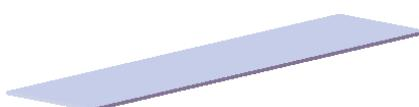
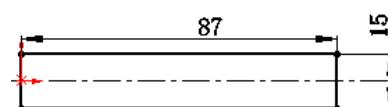

图 12.5.2 基体—法兰 1
图 12.5.3 横断面草图
Step2. 创建图 12.5.2 所示的钣金基础特征——基体—法兰 1。
(1) 选择命令。选择下拉菜单 **插入(I)** → **钣金(H)** → **基体法兰(A)...** 命令（或单击“钣金”工具栏上的“基体法兰/薄片”按钮 ）。
(2) 定义特征的横断面草图。
① 定义草图基准面。选取前视基准面作为草图基准面。
② 定义横断面草图。在草图环境中绘制图 12.5.3 所示的横断面草图。
③ 选择下拉菜单 **插入(I)** → **退出草图** 命令，退出草图环境，此时系统弹出“基体法兰”对话框。
(3) 定义钣金参数属性。在 **钣金参数(S)** 区域的  文本框中输入厚度值 0.5。